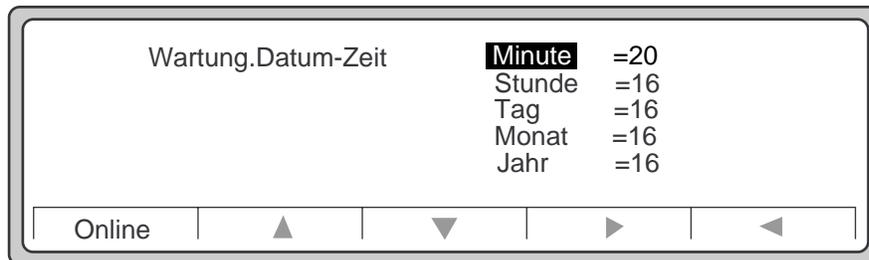

Abbildung 2-84 Einstellungen Wartung.Datum-Zeit
5. Heben Sie mit Hilfe des **Rechtspeils** die Einstellungen **Datum-Zeit** hervor (siehe Abbildung 2-84).